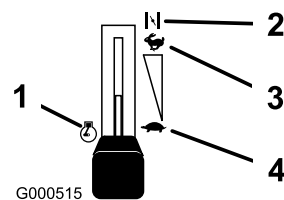

Figura 11
3. Mueva la palanca del acelerador a la posición Estárter antes de arrancar el motor si éste está frío (Figura 11).
5. Cuando el motor arranque, mueva el acelerador a la posición Rápido (Figura 11). Si el motor se cala o funciona irregularmente, vuelva a colocar el acelerador en Estárter durante unos segundos. Luego mueva el acelerador a la posición deseada. Repita este procedimiento tantas veces como sea necesario.
1. Ponga el acelerador en Rápido (Figura 11).